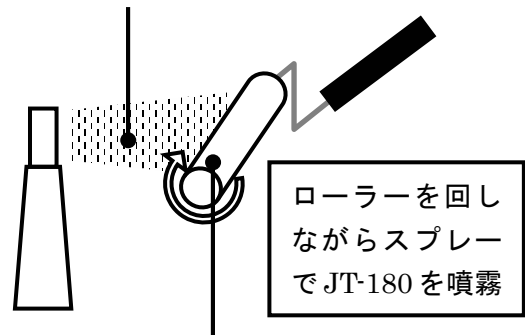

図2
- ・専用ローラーJR-189に転写液JT-180を塗布する(図2)。